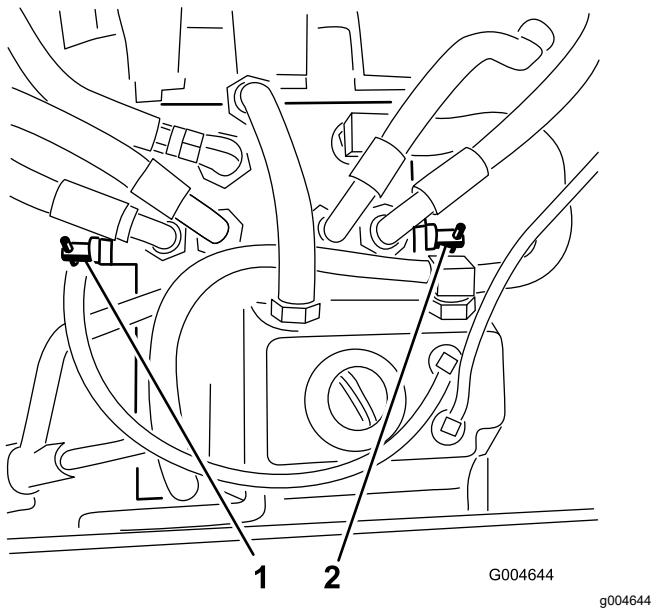

Bild 33
2. Ermitteln Sie die Sicherheitsventile (Bild 33) und drehen jedes Sicherheitsventil eine Umdrehung nach links.
4. Drehen Sie jedes Sicherheitsventil um eine Umdrehung nach rechts (Bild 33), um sie zu schließen.